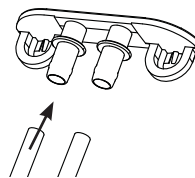

Figure 6
- Une fois la vidange terminée, rebranchez les deux tubes aux prises en plastique gris (Figure 6)
6. Une fois le rinçage terminé, rebranchez les tubes de vidange aux prises de vidange (Figure 6), ou si vous disposez d'un réservoir latéral, rebranchez le tube non étiqueté à la prise de vidange et le tube B à la base du réservoir latéral (Figure 4).